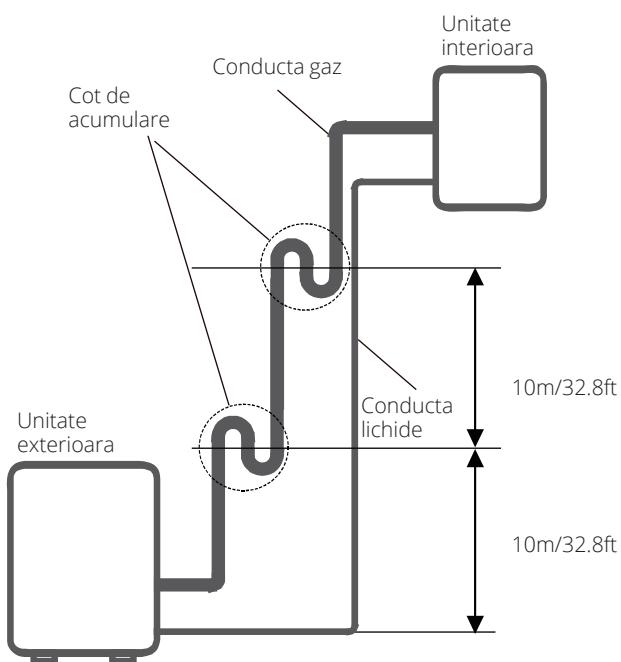

Fig. 7.3
- Acumularile de ulei pot fi evitate daca se instaleaza coturi in conducta de gaz. Instalati coturi la fiecare 10 (32.8 picioare). (Vezi Fig 7.3)